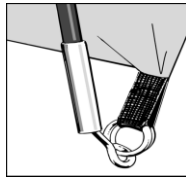

Abbildung 1
4. Befestigen Sie ein Ende jeder diagonalen Stange mit dem Stift-System an der Ecke der Bodenplane (Abbildung 1).